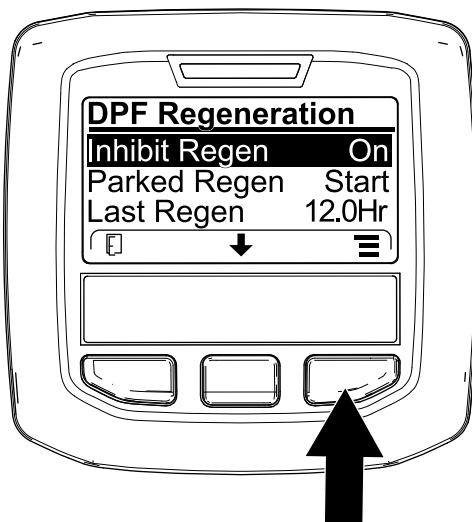
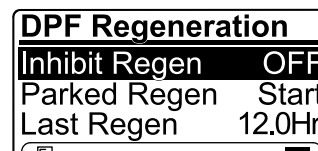

Bild 42
Bild 43
1. Navigieren Sie auf das Menü „DPF Regeneration“, drücken Sie die mittlere Taste und navigieren Sie auf die Option INHIBIT REGEN.; drücken Sie die rechte Taste, um den Eintrag „Inhibit Regen.“ auszuwählen (Bild 42).
2. Drücken Sie die rechte Taste, um die Einstellung für das Verhindern der Regenerierung von „On“ in „Off“ (Bild 42) oder von „Off“ in „On“ (Bild 43) zu ändern.